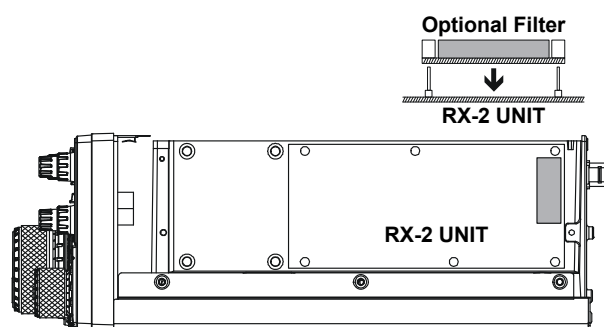

FIGURE 2
4. Einbauplatz für das optionale Filter gemäß Abbildung 2 suchen. Filter so ausrichten, dass die Anschlüsse mit den Kontakt-Pins auf der Platine übereinstimmen und das Filter hineindrücken.